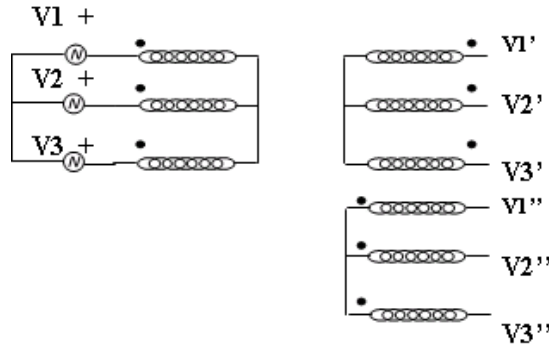

Figura 4: Esquema del Problema 6
El transformador trifásico de la figura 4, que se considerará ideal en todo el problema, consta de 1 bobinado primario trifásico con 500 vueltas en sus arrollamientos y de dos bobinados secundarios también trifásicos de 50 vueltas cada uno en sus arrollamientos, las conexiones de los bobinados son las indicadas en la mencionada figura. La fuente a que se conecta el transformador se considera ideal y sus valores de tensión son los siguientes: $V1 = 220\angle 0^\circ$, $V2 = 220\angle -120^\circ$, $V3 = 220\angle 120^\circ$.
- Para el circuito de la figura 4 efectuar un diagrama fasorial de las 6 tensiones de fase secundarias.